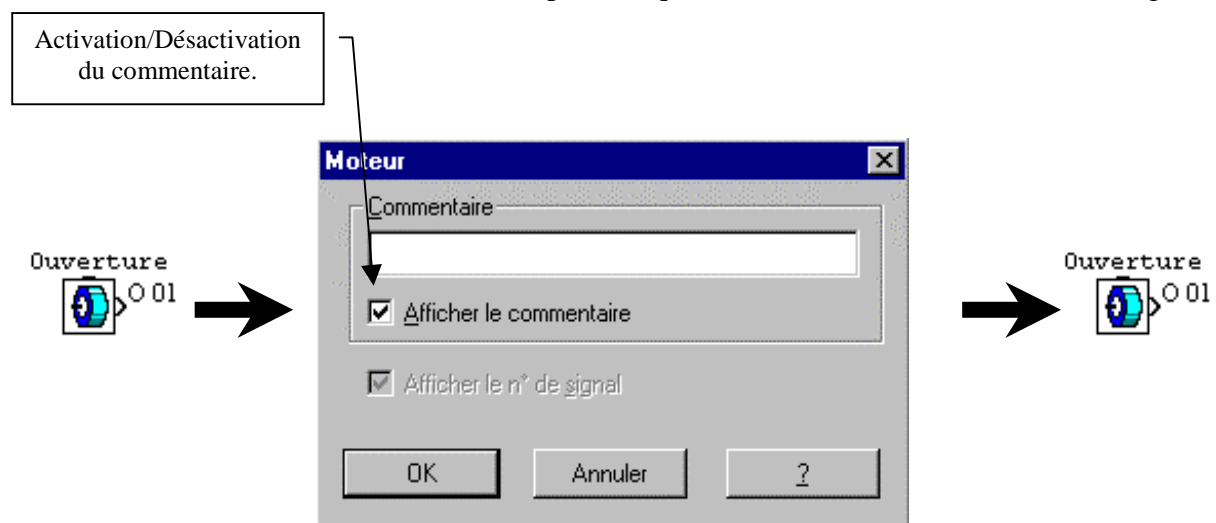

Fig. 1.22 Ajout de commentaire.
- Des commentaires peuvent également être ajoutés à chaque bloc ou en titre de F.B.D. en double-cliquant sur l'élément considéré. Par exemple, indiquer l'action associée à la sortie O1 (figure 1.22) :